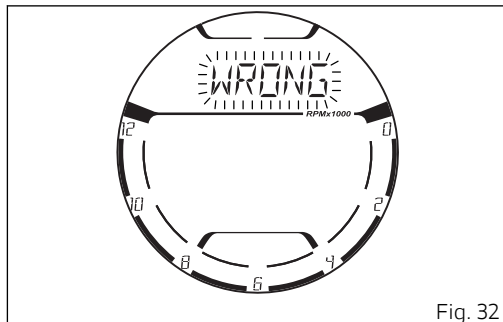

Fig. 32
Una vez configurada la cuarta cifra, presionando el pulsador (4) (Fig. 31), el salpicadero controla si el PIN CODE introducido corresponde al memorizado. En el caso en que no corresponda, el display visualiza durante 3 segundos la inscripción parpadeante "WRONG" (Fig. 32).